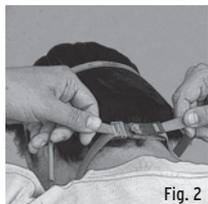

Fig. 2
2. Tome las bandas inferiores con ambas manos, colóquelas en la parte trasera de su cuello, y engánchelas. (Fig. 2)